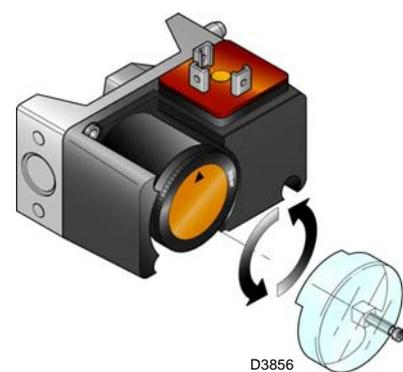

Abb. 33
- Regeln Sie den Maximal-Gasdruckwächter (Abb. 33 auf Seite 37) auf das Skalende.
Die Einstellung des Maximal-Gasdruckwächters (Abb. 33) durchführen, nachdem alle anderen Einstellung des Brenners vorgenommen wurden. Dabei muss der Minimal-Gasdruckwächter muss auf das Skalenende eingestellt sein.